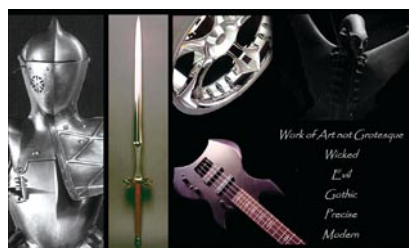

図 5 Black Art Quality
- ・Black Art Quality (中世の鎧や兜、少し尖ったデザイン)(図5)